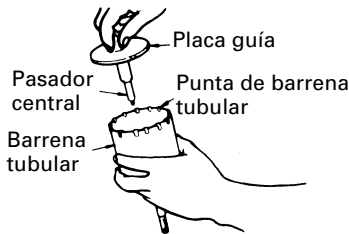

Fig. 21
- (3) Insertar el pasador central en la placa guía hasta que se pare.
- (4) Unir la placa guía con la barrena tubular y girar la placa guía hacia la izquierda o hacia la derecha de forma que no se caiga a pesar de estar indicando hacia abajo. (Fig. 21)